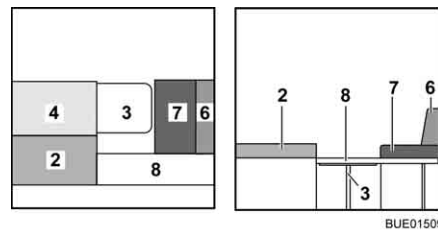

Fig. 145 Pendant la transformation
- Placer le coussin de dossier (Fig. 145,4) à côté du coussin d'assise (Fig. 145,2).
- Relever l'appui de la rallonge latérale de lit (Fig. 145,8) et accrocher cette dernière dans les réceptions des coffres de banquettes.